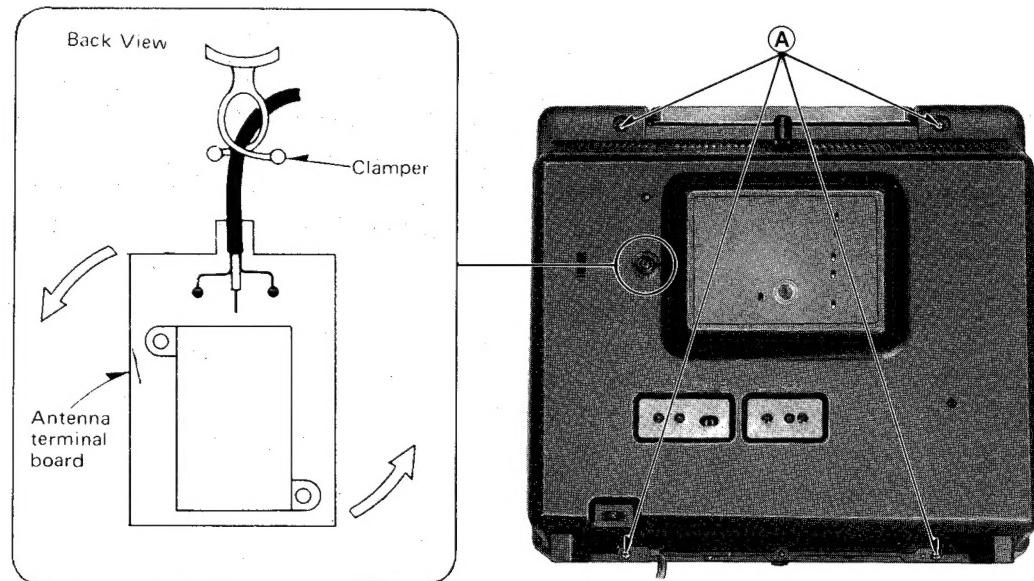

Fig. 1 Abb. 1
1. Remove 4 screws (A) in fig. 1.
1. Die 4 Schrauben (A) in Abb. 1 entfernen.